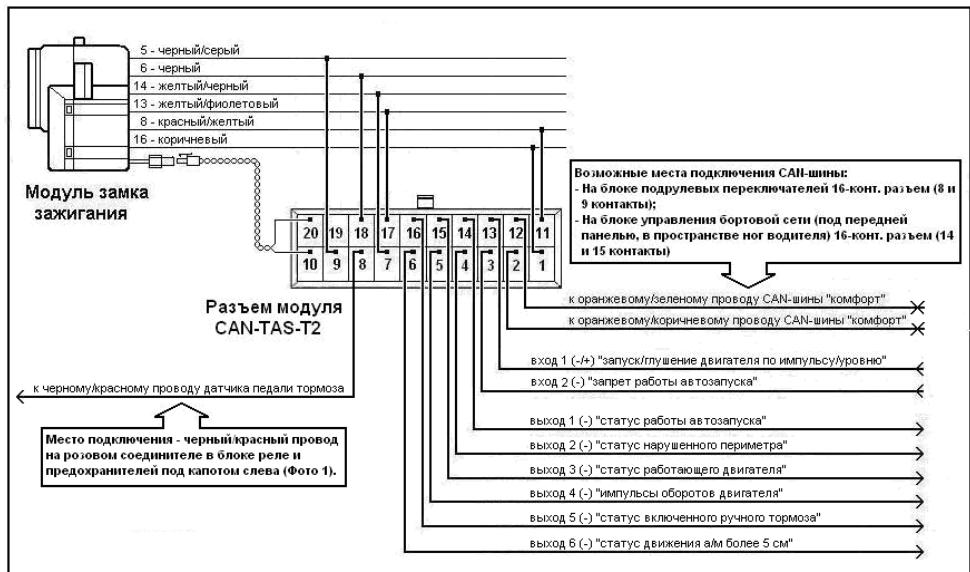

Рис. 1. Схема подключения модуля CAN-TAS-T2 на VW Touareg
- Скоммутируйте провода разъема модуля согласно схемы подключения (Рис.1).